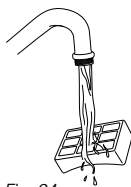

Fig. 24
- 4 Nettoyez le filtre en le passant à l'eau tiède, côté sale vers le bas, jusqu'à ce que l'eau soit claire. **(Fig. 24)**